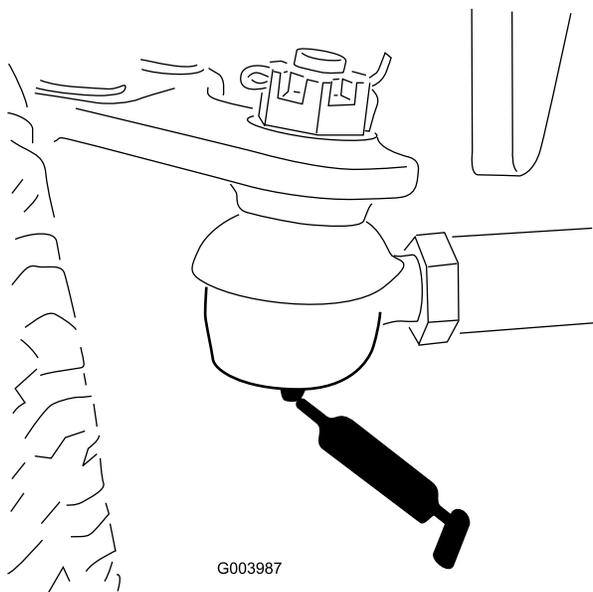

Figura 57
- Tirante del eje trasero (2) (Figura 57)